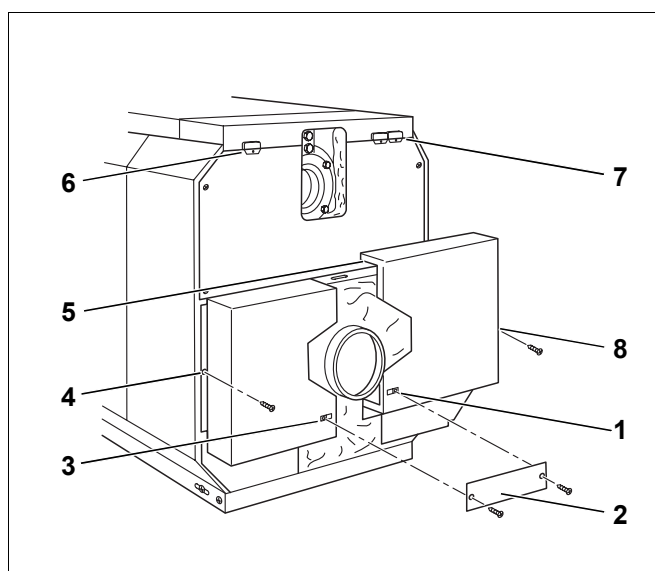

Fig. 56 Montaggio degli elementi del pannello posteriore
- Inserire i dadi a scatto nella parete laterale sinistra e destra e negli elementi del pannello posteriore (fig. 56, [1], [3], [4] e [8]).
- Agganciare gli elementi inferiori del pannello posteriore della caldaia a sinistra e a destra, nelle fessure della piegatura del pannello posteriore superiore e del pannello laterale (fig. 56, [5]).
- Avvitare la piastra di giunzione (fig. 56, [2]) al di sotto del tronchetto dei fumi agli elementi del pannello posteriore tramite viti autofilettanti.
- Fissare i passaggi cavi in plastica a sinistra o a destra sul pannello posteriore superiore della caldaia (fig. 56, [5] e [6]).